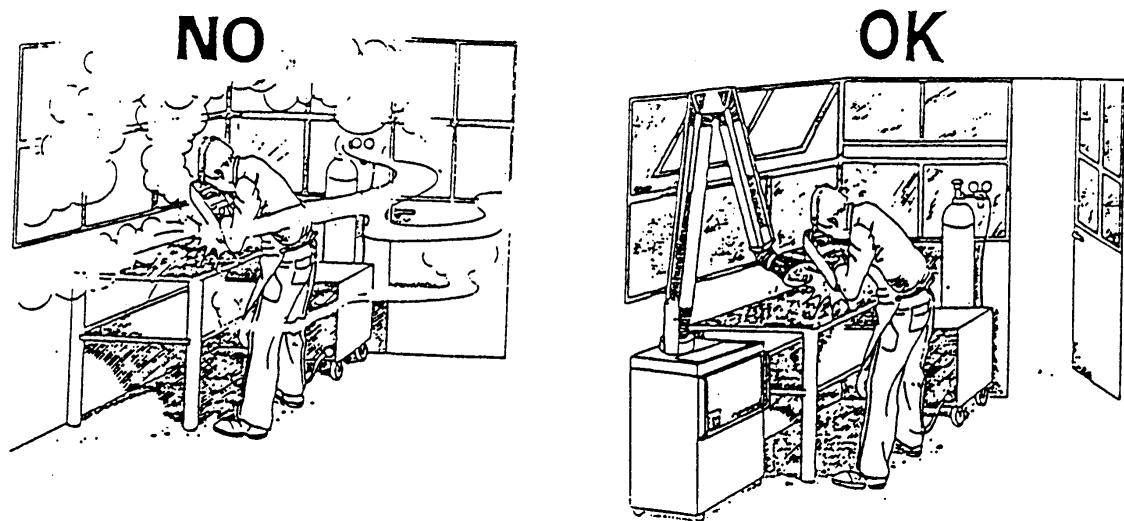

FIG.6
- El área de soldadura tiene que ser equipada una adecuada aspiración local que puede ser por medio de campana extractora o de un sistema en el banco de trabajo para la aspiración lateral, frontal e inferior para evitar la formación de polvo y humo. Contemporaneamente a la aspiración local, es necesaria una adecuada aspiración general y recirculación de aire especialmente si están trabajando en un lugar estrecho (Fig. 6). Cualquier síntoma de irritación o dolor a los ojos, a la nariz o a la garganta puede ser causado por una ventilación poco adecuada; en este caso, no siguen trabajando y ventilen en manera adecuada el área.